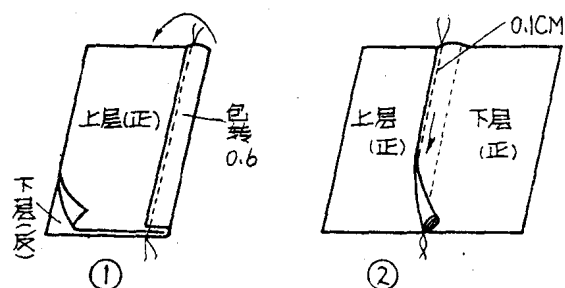

图1-17
- (1)两层衣片正面迭合, 下层包转上层, 沿边缉第一道线。
- (2)将缝头折转扣齐, 从衣片正面沿边缉第二道线。
7、外包缝 见图1-17